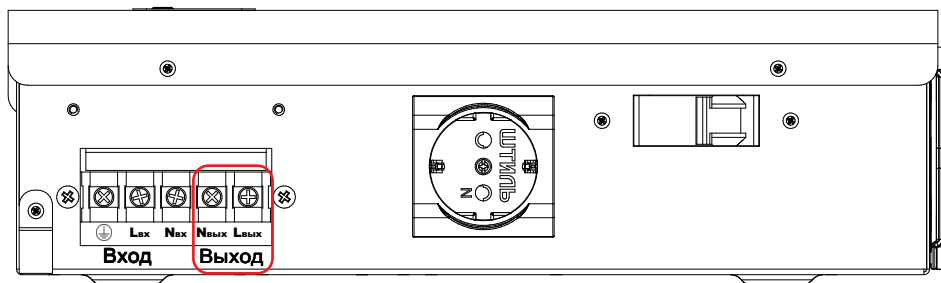

Рисунок 29. Стабилизаторы Штиль IS2500, IS3000 и IS3500. Выводы «Выход N-L»
- у моделей IS2500, IS3000 и IS3500 к розетке и выводам «Выход N-L» (**рисунок 29**);